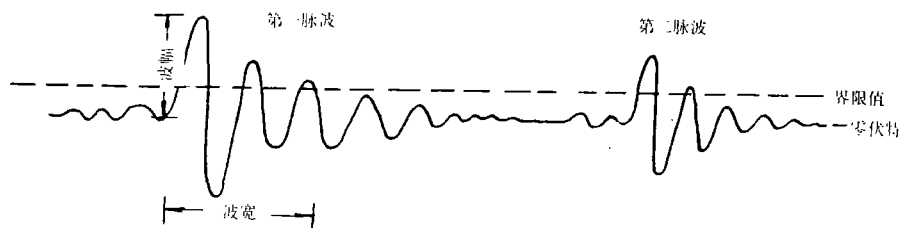

图1. 声发射脉波信号
动的监听十分类似。当材料受到外力或内应力时，内部或表面有问题的地方往往成为声源，发射出较强的声波，就象地壳内部的震源一样：所产生的声波先在材料的内部向四方扩散传播，当到达表面后，再沿着表面向前传播。如果有一个能测量微量的表面位移或速度的仪器，就可以测量到这声波的特性，就如同地震仪侦测地球表面的震波一样。假如有数个地震观测站，可以利用震波到达时间的不同来决定地震的震中。用同样的原理，也可以同时使用数个测量仪器来决定声波是从结构材料的哪个部位发出来的。一般最常用的测量仪器是用具有压电效应（piezoelectric effect）的晶体做成的传感器放在要测试的结构材料表面，这种晶体能将声波通过时引起的表面位移转换成电压输出，然后先经过一个前置放大器，再用各种电子仪器来量度它的特性。如果接在一个示波器上，输出的电压脉波（pulses）如图1所示：
在图1中可以看到，有两个脉波先后通过传感器。它们可能发自同一声源，也可能发自不同的地方。要决定脉波的特性，最常量度的参数包括振幅的大小及波幅超过界限值的次数。譬如第一个脉波振幅较大，有三次超过界限值；第二个脉波较小，只有两次超过界限值。其它特性，例如脉波的宽度及组成频率等也都十分有用。记录下材料在外力作用下发出的总脉波数及每个脉波的特性，就可以进而分析出现声源的原因或判断问题的严重性。前面已经提到，可以用数个传感器来决定声源的位置。一般要正确决定在一个平面上声源的位置，必须使用四个传感器。当离声源最近的
1. 位错移动（dislocation motion）每一个位错移动都会发出声波，不过它的振幅太小，无法侦测到。当材料在足够大的外力作用下产生塑性形变时，由于无数的位错同时移动，它会产生足够大的信号。这种信号由于是由无数的小脉波叠合而成，在示波器上它看来象放大后的电子噪声（electronic noise）。一般称这种信号为连续信号（continuous signals），而把如图1所示可以分辨出各个脉冲的信号称